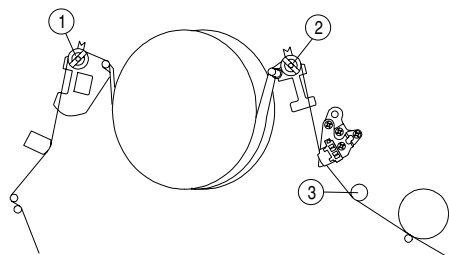

Fig. 1
- Umlenkrollen ① / ② (Fig. 1) bei Bedarf so einstellen, dass das Band an diesen nicht bündelt.
- Neigungswinkel des Kombikopfes mit der Schraube ④ (Fig. 3) so einstellen, dass das Band mittig am Bandführungsbolzen ③ (Fig. 1 / 2) vorbeiläuft.